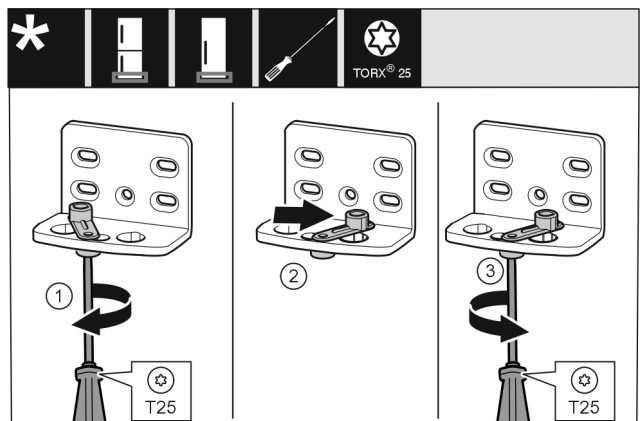

Fig. 17 *
- ▶ Schroef Fig. 17 (1) met een schroevendraaier losdraaien.*
- ▶ Deursluit hulp Fig. 17 (2) optillen en 90° naar rechts in de boring draaien.*
- ▶ Schroef Fig. 17 (3) met een schroevendraaier vastschroeven.*